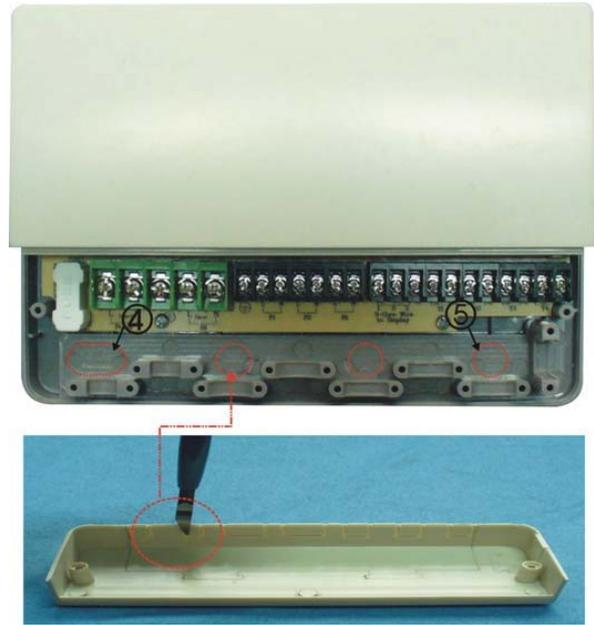

Imagen 6
Dependiendo del tipo de instalación, los cables pueden ser introducidos en el dispositivo por la parte trasera de la carcasa ④ y ⑤ o por su parte inferior. Ver imagen 6